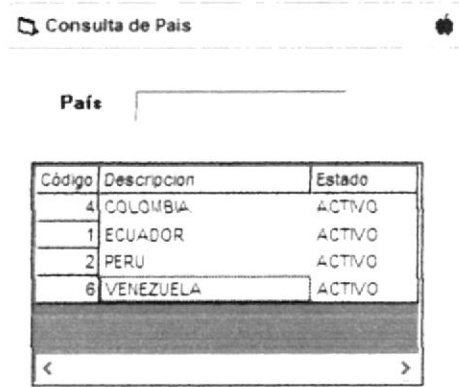

Figura 5.42 Pantalla de Consulta de País
1. Dar clic en el botón de Búsqueda Código  y aparecerá la pantalla de consulta de países. (Ver Figura 5.42).
2. Elija el País que desea modificar dando doble clic en la descripción de este en la Pantalla "Consulta de País" (Ver Figura 5.42) y volverá automáticamente a la pantalla anterior con todos los campos llenos.